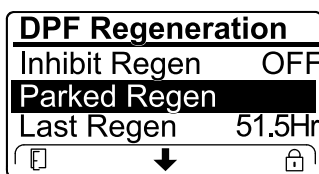

Figura 51
- Se il computer del motore richiede una rigenerazione di recupero, oppure sta eseguendo una rigenerazione di recupero, e voi scorrete il menu verso il basso fino all'opzione PARKED REGEN, la rigenerazione parcheggiata viene bloccata e l'icona di blocco (Figura 51) compare nell'angolo in basso a destra dell'InfoCenter.